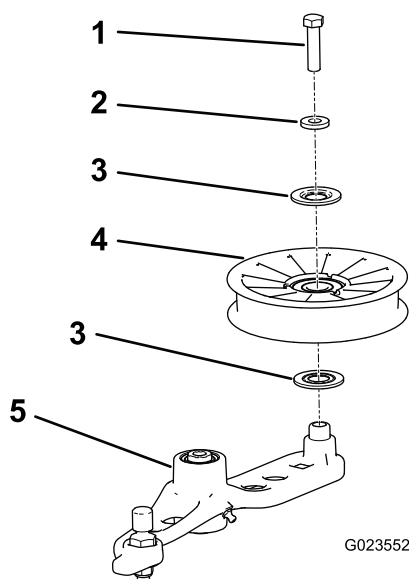

Figure 57
6. Retirez le boulon qui fixe l'ancienne poulie de tension au bras de tension, et posez une poulie neuve (Figure 57).